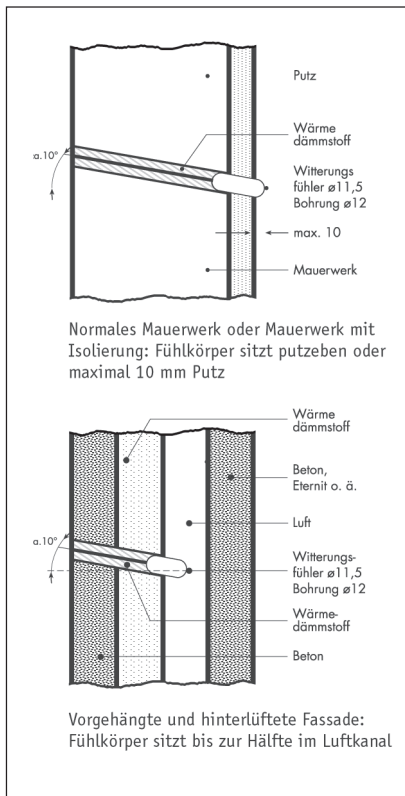

Abb. 3
Witterungsfühler (siehe Abb. 3, S. 4).
- Der Witterungsfühler sollte gem. Abb. 3 montiert werden.